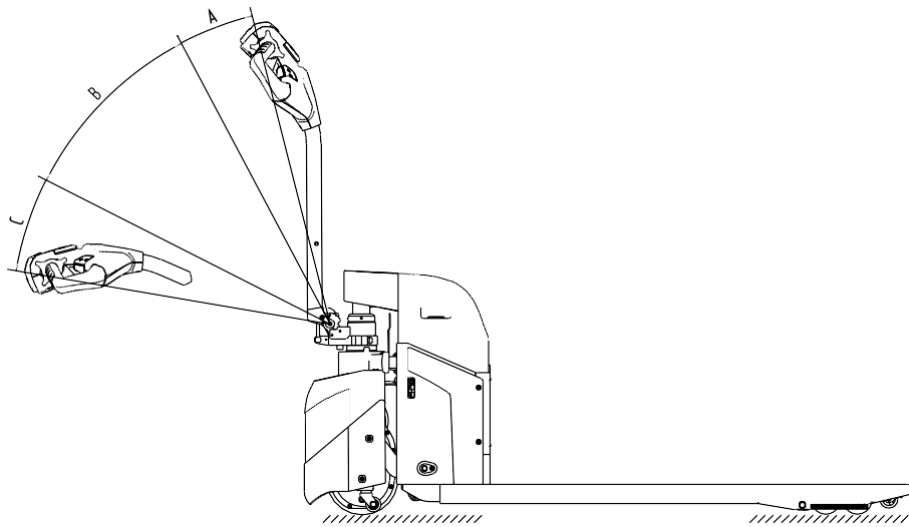

Рис. 2
- Нагните рукоятку так, чтобы она находилась в секторе В (рис. 2).